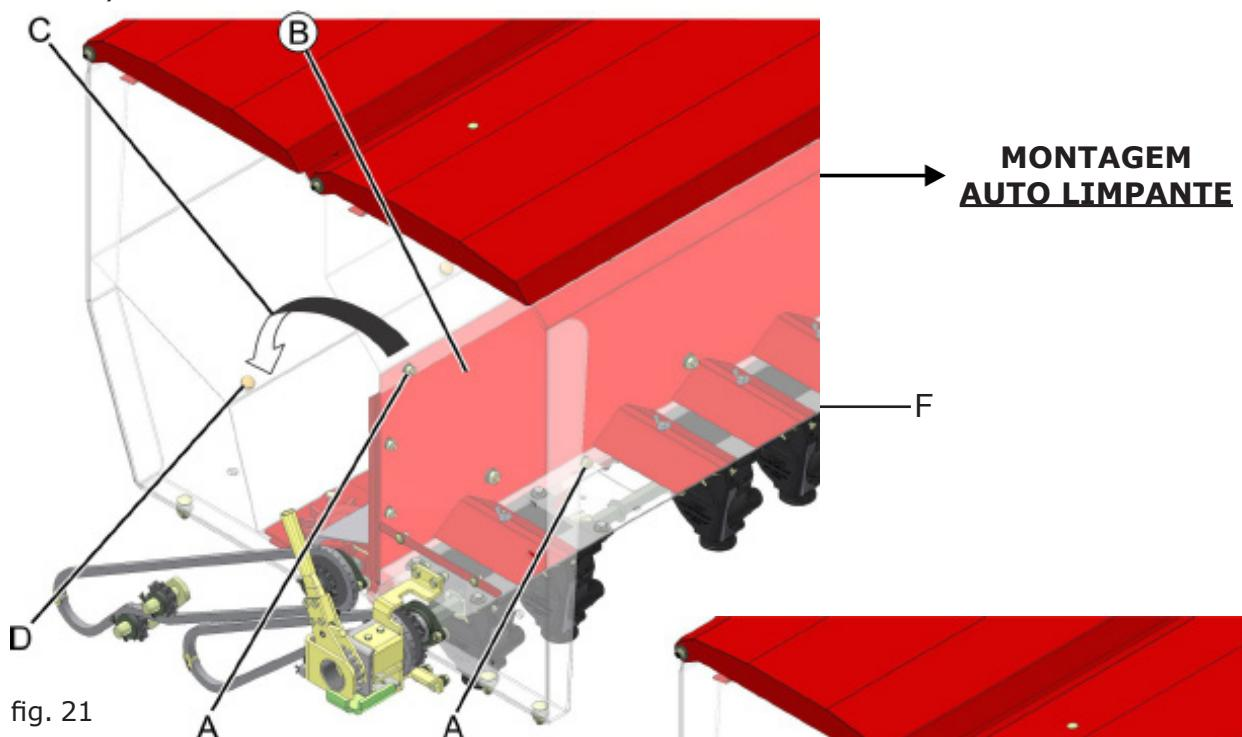
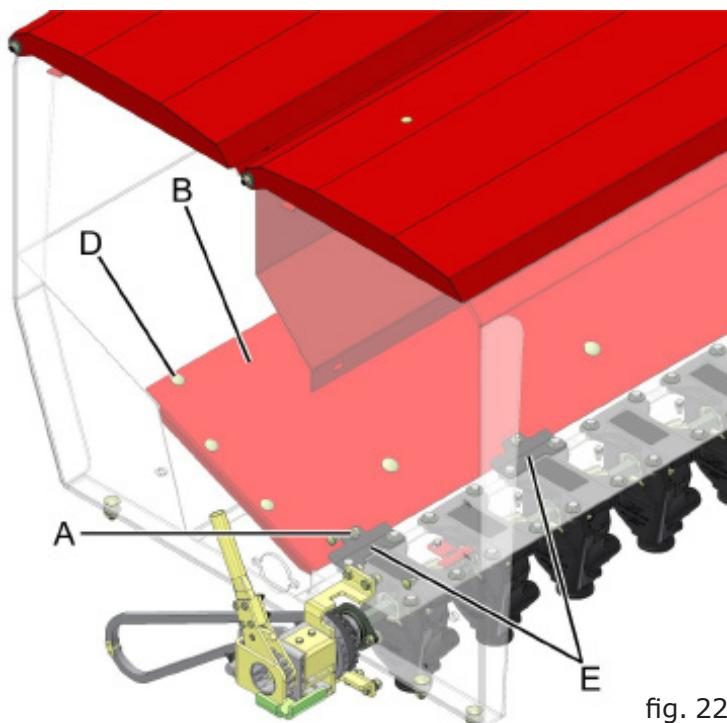

fig. 21
fig. 22
- Retire os parafusos (A) (fig. 21) localizados nas partes inferior e superior da chapa divisora (B);
- Incline a chapa no sentido da seta (C);
- Fixe a chapa divisora no reservatório através dos parafusos (D) que se encontram afixados na parte dianteira do reservatório, isolando assim as saídas de fertilizantes do reservatório tornando-o específico para sementes;
- Fixe também essa mesma chapa divisora (B) aos dosadores de semente, utilizando os fixadores (E) (fig. 22) que acompanham a Caixa de Acessórios e os parafusos (A) (fig. 21/22);
- Não é necessário retirar os dosadores de fertilizantes, só é necessário retirar os esgotes (F) (fig. 21).